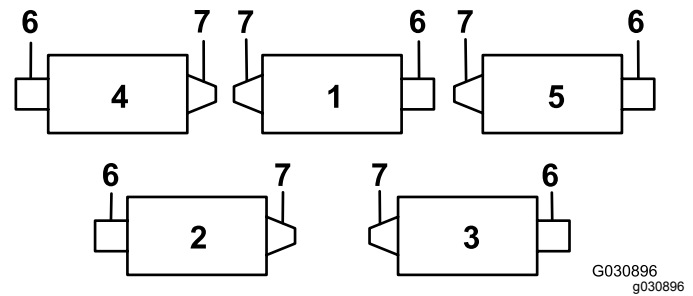

Figura 7
**Importante:** Na unidade de corte 4 (frontal esquerda) e na unidade de corte 5 (frontal direita), utilize as porcas de montagem do suporte da barra para instalar os guias de tubos na frente dos separadores da unidade de corte (Figura 7 e Figura 8). Os guias de tubos devem inclinar para a unidade de corte central (Figura 8 e Figura 9).